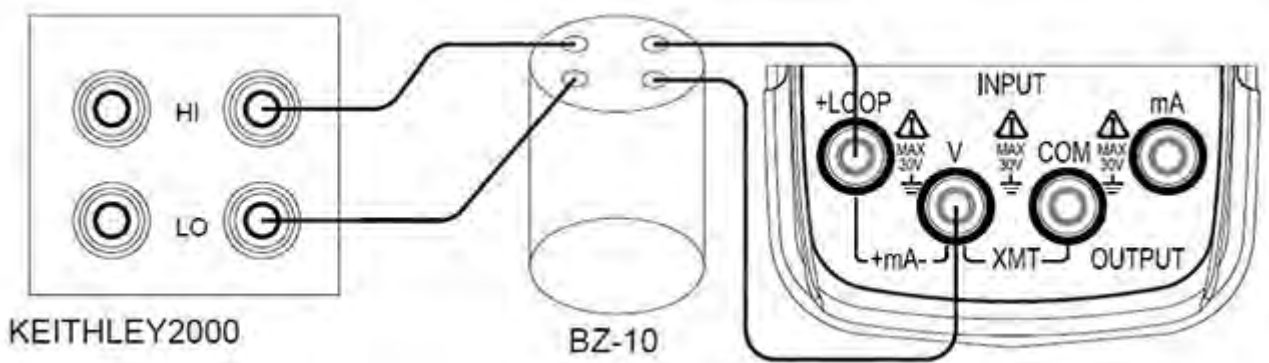

Abbildung 7-2
- 3. Schließen Sie den EC mAV 2 an die Geräte wie in Abbildung 7-2 gezeigt an: